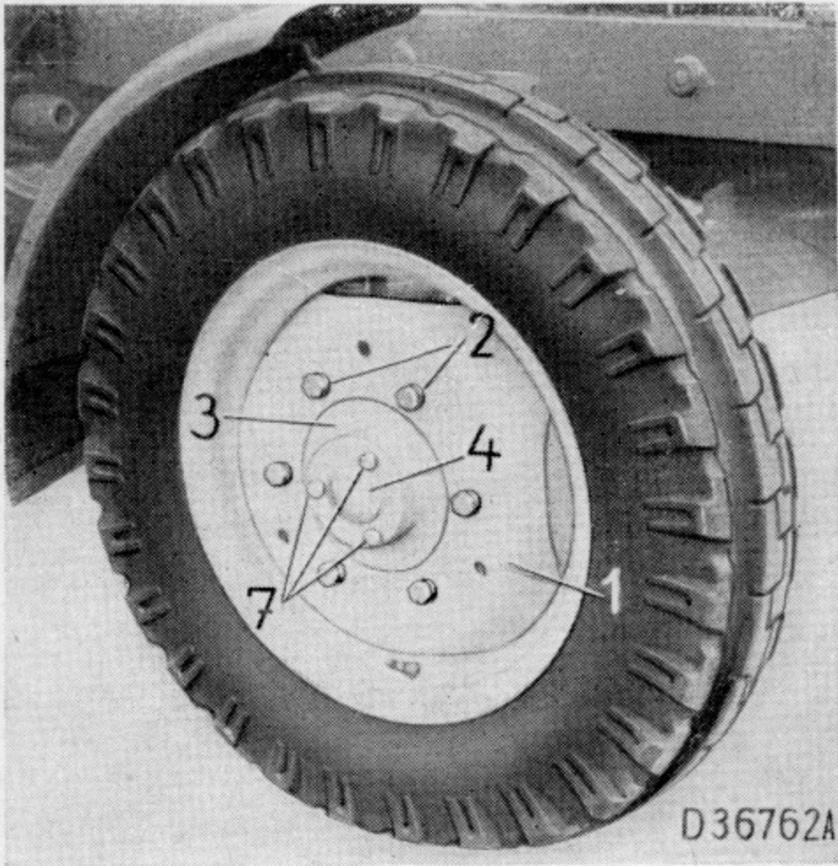

Bild 231. Vorderrad
o) **Nach etwa 50 Fahrstunden** Kopfschrauben 2 (Bild 231) nachziehen.